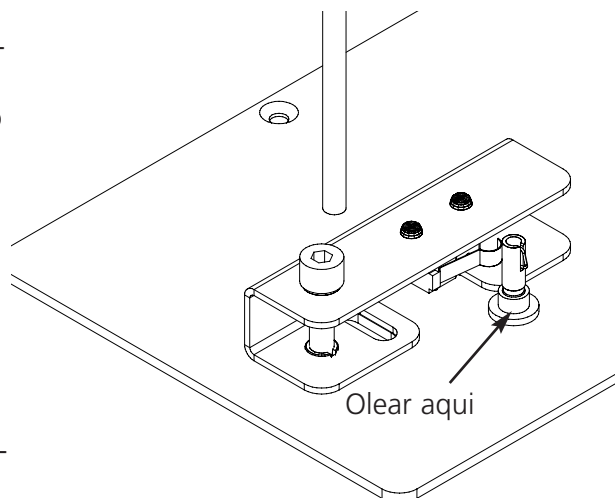

Figure 3-23
2. Eliminar a obstrução e olear o veio de accionamento (ver Fig. 3-23).